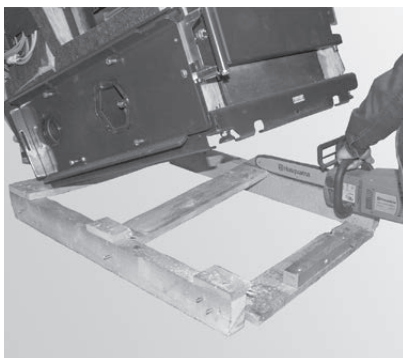
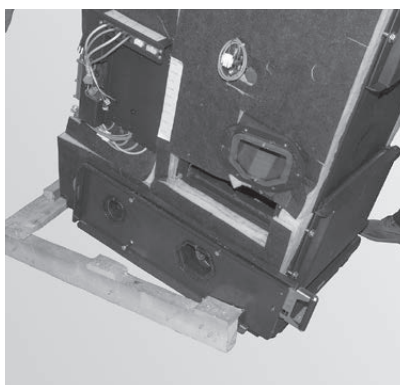

Fig. 12 Inclinare la caldaia all'indietro, segare le assi orizzontali anteriori e rimuoverle
Fig. 13 Inclinare la caldaia in avanti e rimuovere il pallet di base
- b) a mano, segnando la gabbia con una motosega – Fig. 12–Fig. 13,
- ▶ Inclinare la caldaia all'indietro sul pallet di base, segare ai lati le due assi orizzontali anteriori e rimuoverle – Fig. 12
- ▶ Inclinare la caldaia in avanti e rimuovere il pallet di base – Fig. 13.